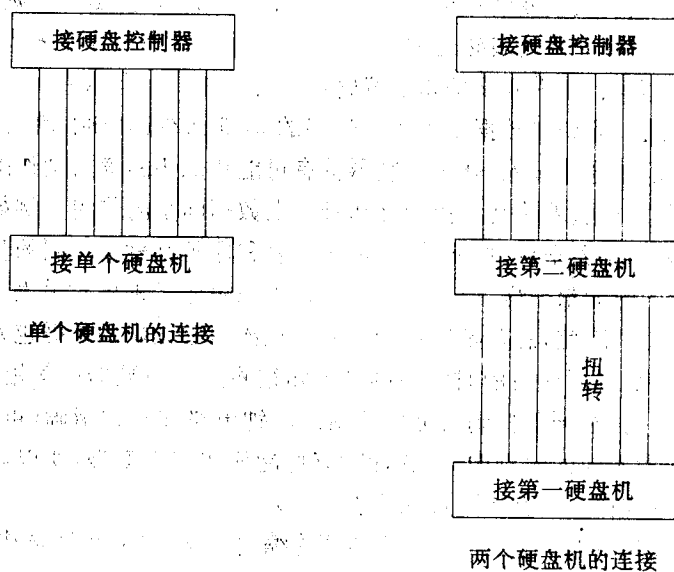

图1-10 硬盘机与硬盘控制器连接电缆
- 数据线插座：这是 20 针插座，与数据线扁平电缆上的插头连接。硬盘机与硬盘控制器之间通过电缆连接，其中控制线电缆有两种形式，一种是连接一个硬盘的，另一种是连接两个硬盘的。连接方式如图 1-10 所示。